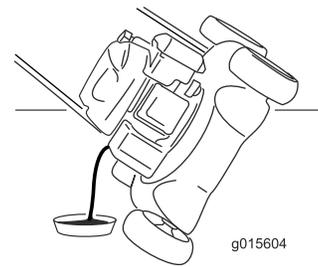

Figura 26
5. Incline a máquina para o lado, com a vareta para baixo, para drenar o óleo usado para fora através do tubo de enchimento do óleo (Figura 26).